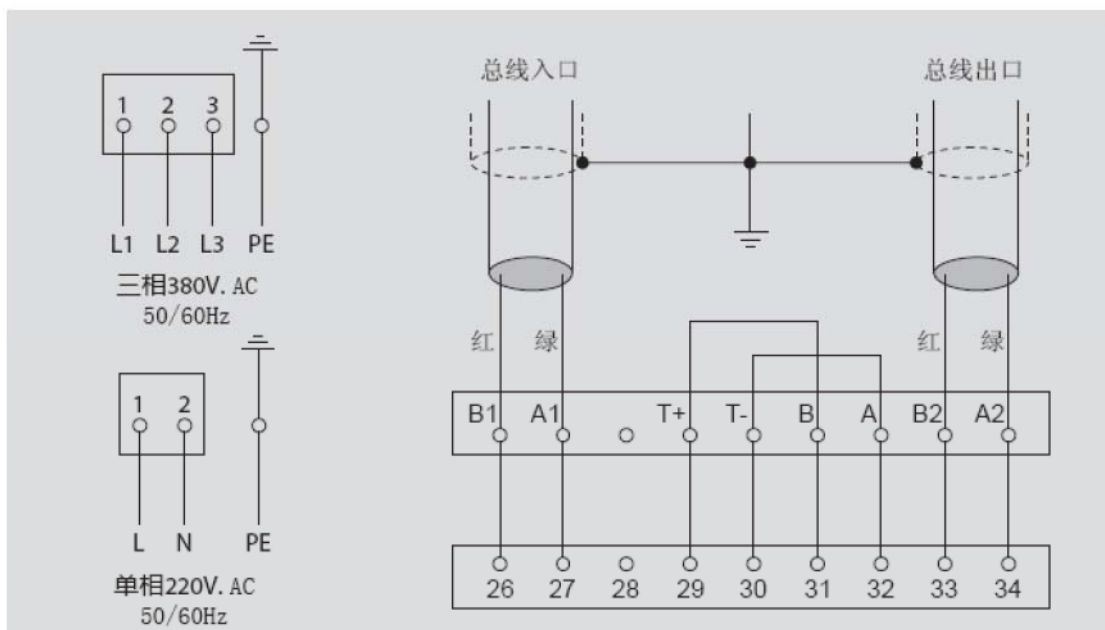

图 4：总线连线示意图
要进行 Profibus 通讯, 必须使用符合 RS485 标准的 A 类电缆。Profibus 总线电缆的接线方法参考图 4。
如图 4 所示, (T+) → (B) 和 (T-) → (A) 的两根短路线为给需要加载终端电阻的设备准备的; 若设备作为总线网络中最后一台设备使用时, 需保留短路线; 若设备在网络中为中间设备, 需要去除短接线。